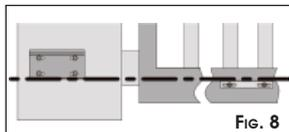

Fig. 8
- il bordo inferiore della staffa posteriore deve essere allineato con il bordo superiore della staffa anteriore, (Fig.8).